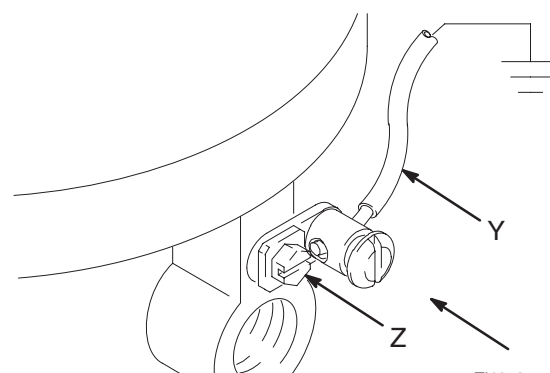

Fig. 2
Modelnr. 206078: Fjern stelskruen (Z), og før den gennem øjet i ringklemmen yderst på stelledningen (Y). Genmonter stelskruen på pumpen, og tilspænd den omhyggeligt. Slut stelledningens anden ende til en sikker jordforbindelse. Se fig. 2. *Stelledning og klemme kan bestilles som delnr. 222011.*